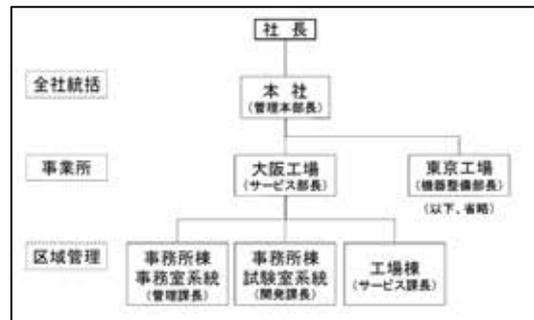

図3 管理体制
- ① 本社の管理本部が両工場から漏えい量の報告を受け集計すること
- ② 全社の管理責任者として管理本部長、両工場の事業所管理者としてサービス部長(大阪工場)、機器整備部長(東京工場)、さらに各工場の区域責任者を任命することにして、(図3)それぞれの役割も明確にした。(表1)